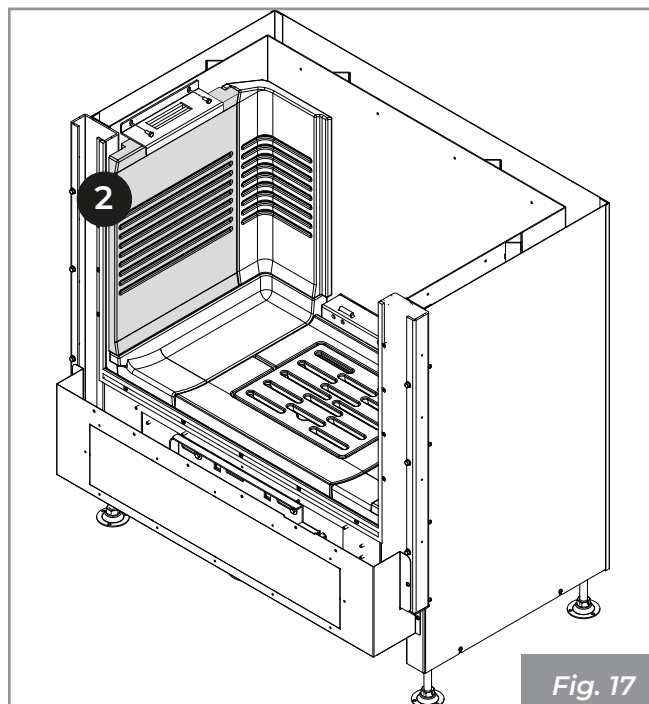

Fig. 17
3) Positionner le réfractaire latéral (2) en prenant soin de l'insérer dans les fentes prévues à cet effet. Fixer le réfractaire à l'aide de l'étrier, en le fixant avec les vis fournies. (Fig. 17).